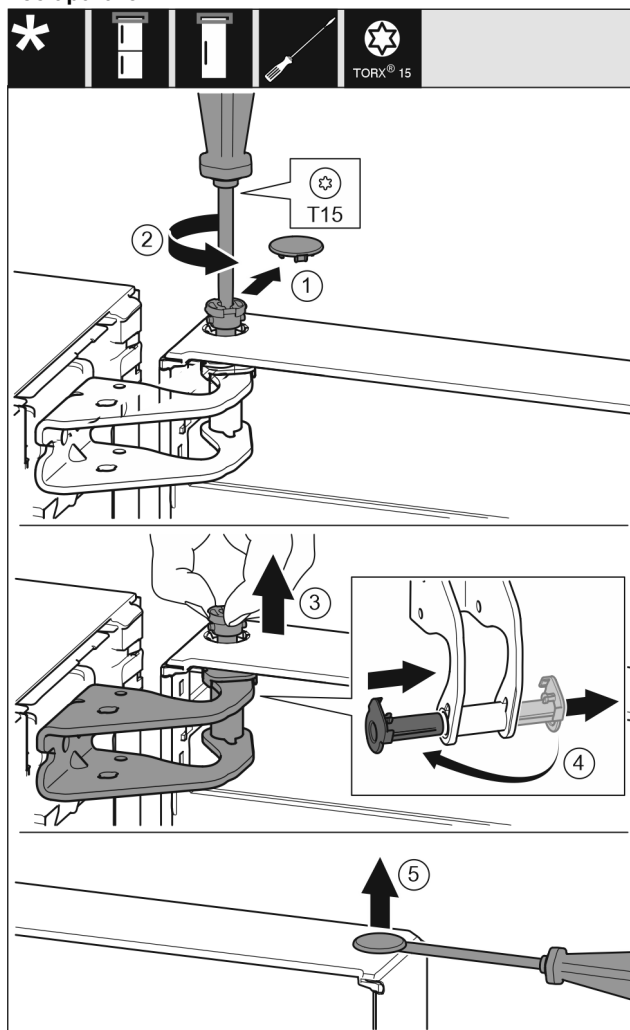

Fig. 10
- ▶ Previdno snemite varovalni pokrov. Fig. 10 (1)
- ▶ Sornik nekoliko izvijte z izvijačem T15. Fig. 10 (2)
- ▶ Držite vrata in s prsti izvlecite sornik. Fig. 10 (3)
- ▶ Ležajno dozo povlecite iz vodila. Vstavite z druge strani in pazite, da se zaskoči. Fig. 10 (4)
- ▶ S ploščatim izvijačem previdno dvignite čep iz ležajne doze vrat in ga izvlecite. Fig. 10 (5)